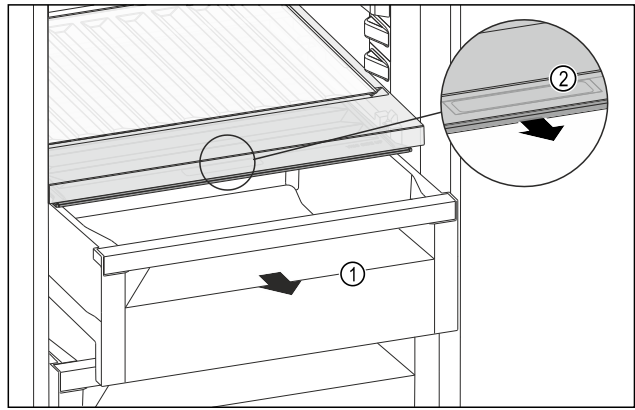

Fig. 230
- Schubfach Fig. 230 (1) herausziehen.
- Griffmulde Fig. 230 (2) am Fachdeckel anfassen und Fachdeckel gleichzeitig nach vorne ziehen.